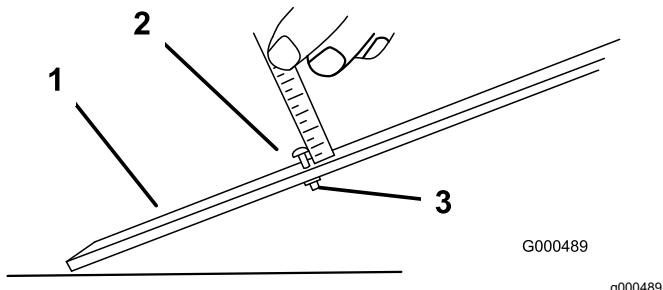

Figure 13
1. Desserrez l'écrou du gabarit et tournez le boulon de réglage de manière à obtenir la hauteur de coupe voulue (Figure 13).